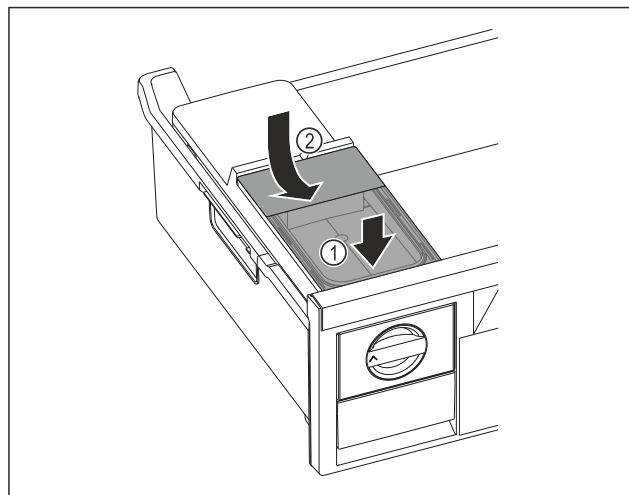

Fig. 104
- ▶ Nasad'te vpředu nádržku na vodu. Fig. 104 (1)
- ▶ Spusťte nádržku na vodu vzadu dolů. Fig. 104 (2)